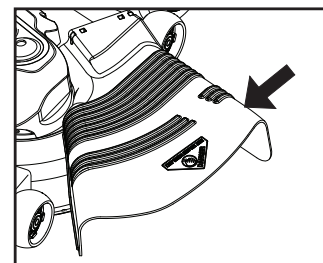

Fig. 14
**PRECAUCIÓN:** No opere la segadora sin, ya sea, el recogedor de césped completo en las segadoras así equipadas o con la protección contra la descarga (S) en su lugar. (Vea Fig. 14)